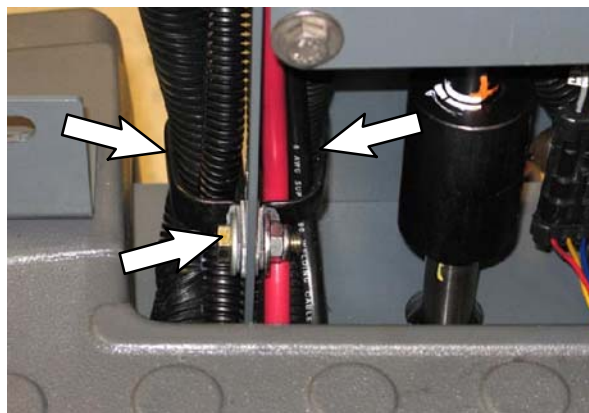

FIG. 13
13. Rimuovere l'hardware dai due morsetti dei cavi inferiori sul canale dello sterzo. Lasciare i morsetti lenti sul cavo. (Fig. 13)
NOTA: se necessario, rimuovere il morsetto del cavo superiore situato sopra il morsetto nella Fig. 13 per allentare i cavi principali dal canale dello sterzo.